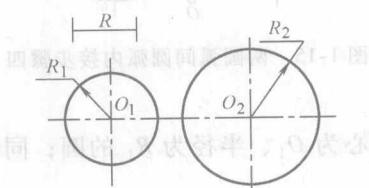

图 1-8 两圆弧间的圆弧外接步骤一
- 1) 已知连接圆弧的半径为  $R$ , 将此圆弧同时外切于圆心为  $O_1$ 、 $O_2$ , 半径分别为  $R_1$ 、 $R_2$  的两圆, 如图 1-8 所示。